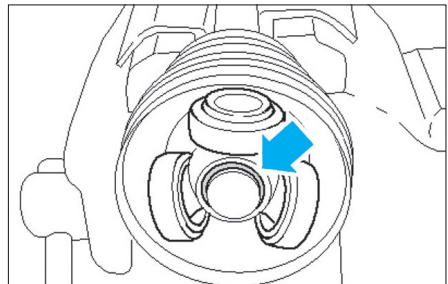

Fig. 3
- Déposer le circlip du tripode (Fig.3).